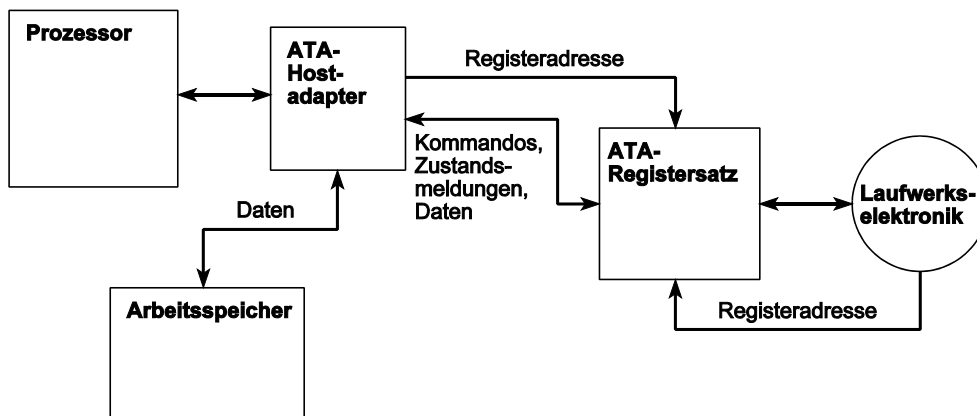

Abb. 1.6 Arbeitsteilung zwischen Prozessor und Hostadapter (2): DMA-Betrieb
- ATA Register Mode. Der Prozessor hat direkten Zugriff auf den ATA-Registersatz. Der Hostadapter wirkt gemäß Abb. 1.6 (nur Adreßdecodierung und Unterstützung des jeweiligen PIO-Zeitrasters).